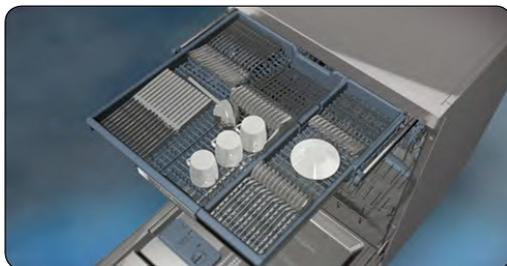

Рис. 12
- Для достижения как можно лучших результатов мытья столовые приборы и кухонные принадлежности следует укладывать в лоток горизонтально (рис. 12), при этом необходимо следить за тем, чтобы: